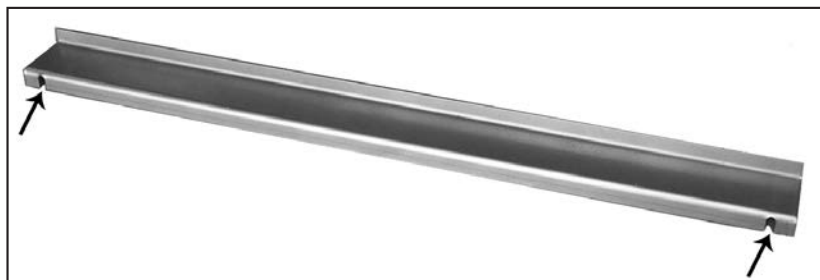

Figure 60: Support de panneau de briques, fentes présentés
1. Retirez les deux (2) vis de l'arrière de la chicane, utiliser un $\frac{1}{4}$ "prise ou d'un tournevis à tête plate. Placez le support de briques fourni (Figure 60) à l'arrière de la chicane avec les fentes sur les trous de vis (voir Figure 61). Insérez deux (2) des vis prévues dans les deux (2) trous le long du bas de la chicane.